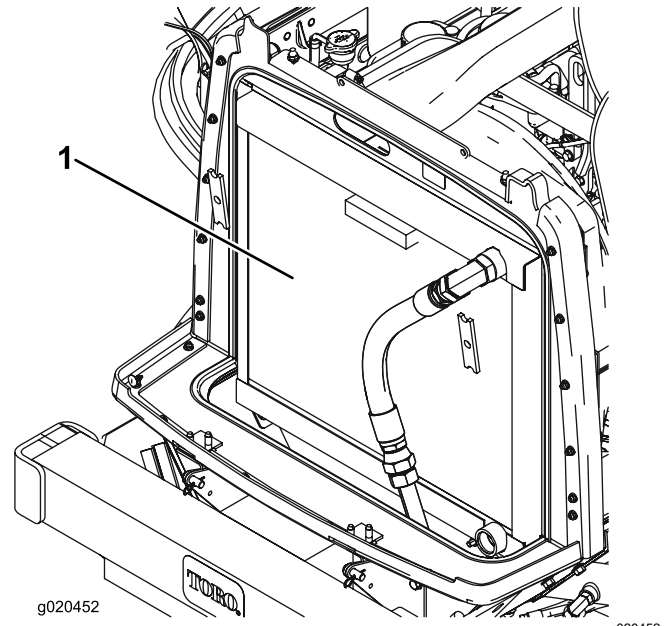

Bild 112
3. Reinigen Sie beide Seiten des Kühlers bzw. Ölkühlers gründlich mit Druckluft (Bild 112).